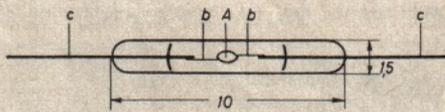
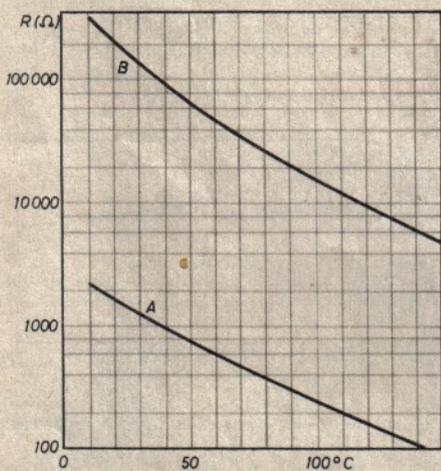

Abb. 11. Philips-Zwerg-NTC-Widerstand, Aufbau.
Abb. 12. Widerstands-Temperaturkennlinie der in Abb. 11 skizzierten Zwerg-NTC-Widerstände
Der Aufbau wird in Abb. 11 erläutert: A ist ein Kugelchen Widerstandsmaterial, gehalten von zwei Platinkontakten b mit 0,05 mm ϕ und zwei Anschlußdrähtchen c von je 25 mm Länge. A und b stecken in einer gasgefüllten Glasröhre, die vakuumdicht um die Anschlußdrähte geschmolzen ist. Abb. 12 zeigt die Widerstands-Temperaturkennlinie für die beiden Grundtypen 83 900 (A) und 83 901 (B).